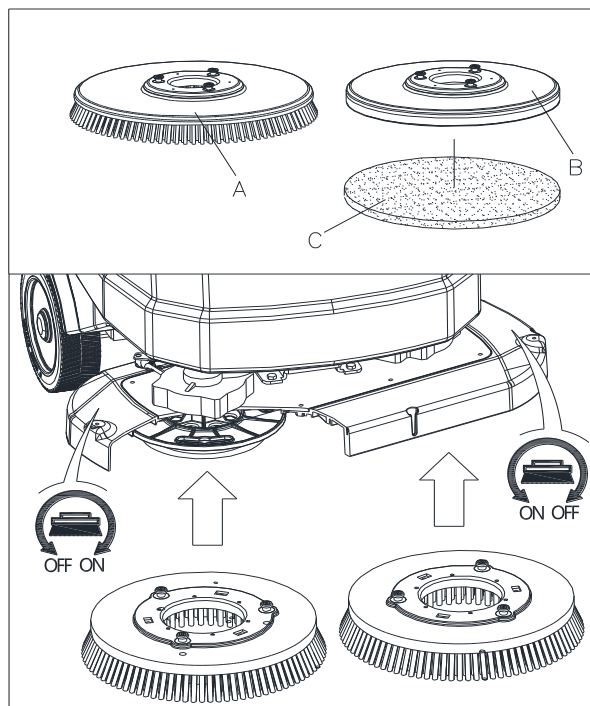

Figura 9
Instale o suporte da escova (A, Figura 9) ou esponja (B e C, Figura 9) de acordo com o tipo de chão a ser limpo.
2. Posicione no mínimo o regulador de velocidade (48) rodando-o no sentido contrário aos ponteiros do relógio.
3. Posicione a escovas (A, Figura 9) ou o porta-escova (B) sob o convés.
4. Usar o método manual girando o suporte da esponja/escova na direção oposta à direção normal de rotação e esta pode ser instalada. (como mostrado na Figura 9)